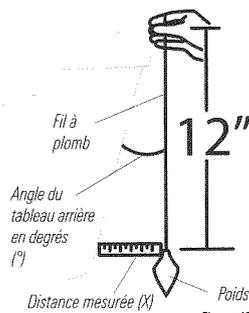

Figure 17
- 1b. Si vous ne connaissez pas l'angle du tableau arrière, mesurez-le à l'aide d'un fil à plomb (fil de nylon ayant une extrémité pesée ou ligne monofilament) d'une longueur d'exactly 30,48 cm (12 po). Maintenez le bout du fil à plomb contre le haut du tableau arrière avec un doigt, puis attendez que le fil se stabilise à la verticale (Figure 17). À l'aide d'une règle, mesurez la distance entre le bout inférieur du fil à plomb et l'arrière du tableau, puis consultez le tableau de données (Figure 16).
REMARQUE : Il est important de prendre la mesure à l'endroit indiqué dans la Figure 17, soit à une distance verticale d'exactly 30,48 cm (12 po) du haut du tableau arrière.